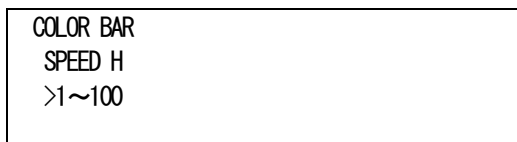

図4-10 オンスクリーンメニュー(SPEED H例)
- 1)COLOR BARメニューで「SPEED H[SPDH]」を選択し、**ENTER**ボタンを押すと図4-10のような設定メニューが表示されます。